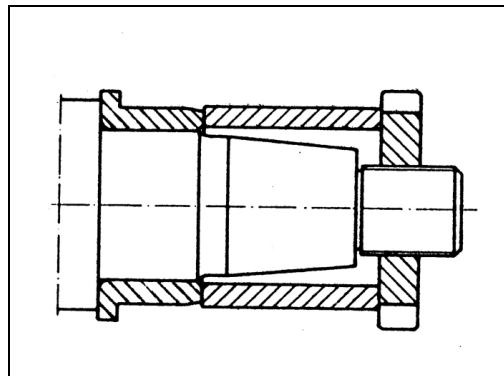

Fig.1
- (c) Después del calentamiento, extraer el anillo colocándolo delante de su alojamiento, de tal forma que se pueda introducir rápidamente y sin atascamiento, hasta la superficie frontal de apoyo (baga). Para la manipulación de los anillos calientes, emplear paños limpios que no se deshilachen, o guantes de asbesto, en lo posible evitar el algodón. Inmediatamente después del montaje por deslizamiento, se bloqueará el anillo sobre su apoyo frontal, empleando la tuerca de fijación y apretándola a fondo (Fig. 1). Si la operación se realiza correctamente, la baga de apoyo frontal no deberá moverse en ningún sentido.